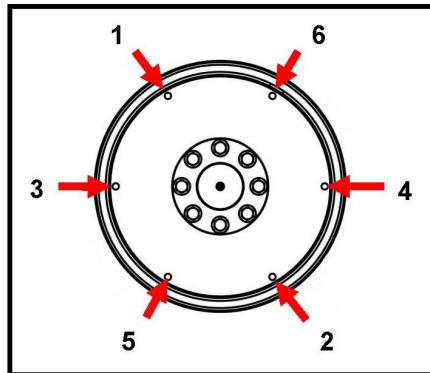

图 22. 固定顺序
10. 按照所示顺序拧紧螺栓以将耦合盘固定到飞轮上 图 22 在第 xx 页 37。